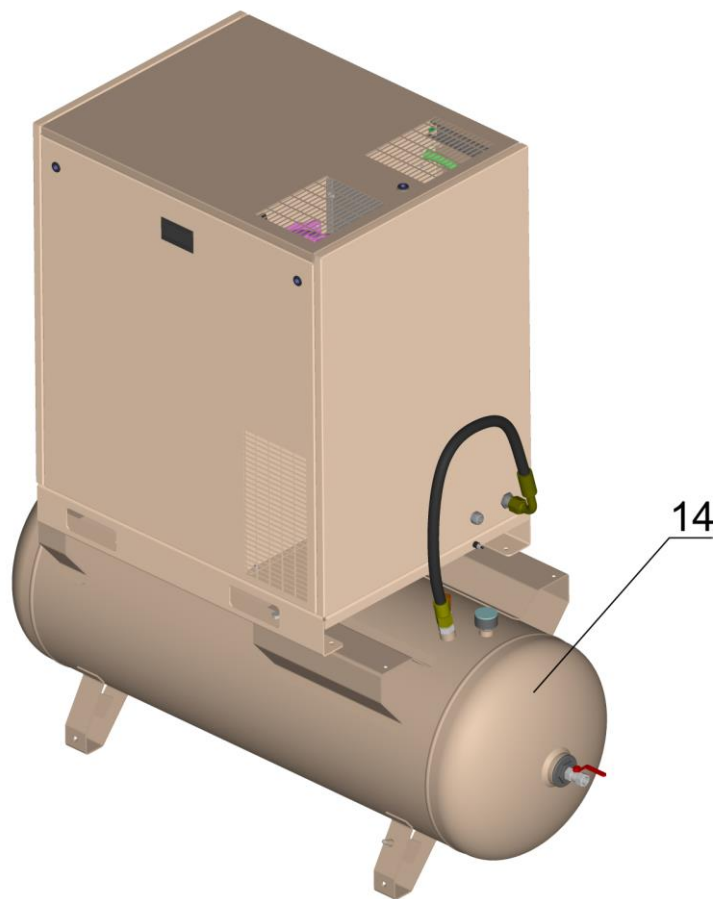

Рисунок 2 – Общий вид компрессорных установок КС7-8-270, КС10-8-270
**14 – Ресивер воздушный** (рис. 2, 3) предназначен для сбора сжатого воздуха, устранения пульсации давления и предварительного отделения конденсата. Ресивер одновременно является корпусом, на котором смонтированы агрегаты компрессорной установки.